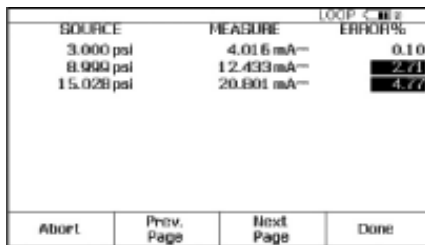

图 26.
10. DPC 完成评估后,将显示测试后汇总屏幕,显示有 **SOURCE** (输出)、**MEASURE** (测量)和 **ERROR** (误差)栏(图 26)。按“**Done**”(完成)键。